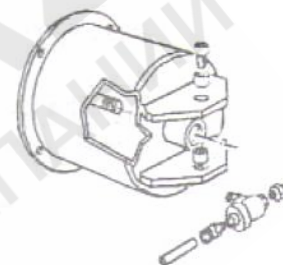

Рис. 19
Для очистки или замены глушителя устройства отрыва борта (B) см. рис. 19 и пункты 1 и 3.
Загрязнен глушитель	Очистить или заменить глушитель (раздел 11, рис. 19)